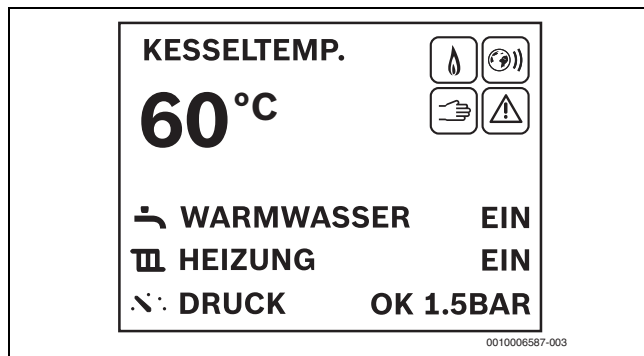

Bild 2 Standardanzeige
- ▶ Aktuellen Betriebsdruck in der Standardanzeige ablesen (→ Bild 2).